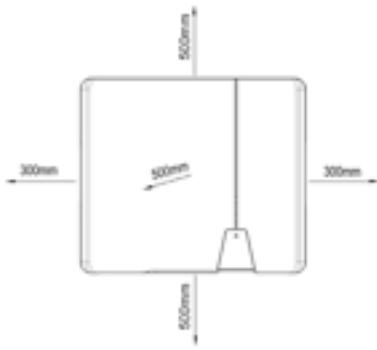

Fig. 3.1: Equipo en instalaciones en exteriores
- AVISO:** Las distancias mínimas entre dos equipos o entre el equipo y el techo o el suelo se indican en el plano de la fig. 3.1.